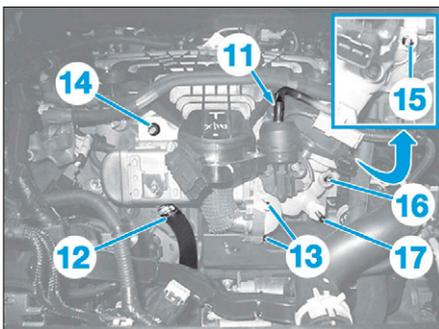

FIG. 75
- le tuyau de dépression (11) (Fig.75),
- la durit (12).
- les vis (13),
- les écrous (14) et (15),
- la vis (16),
- la vis colonnette (17),